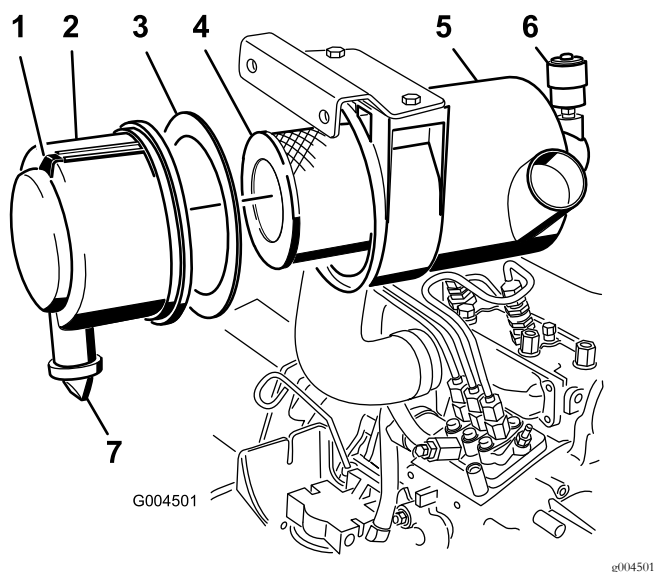

Figure 35
3. Faites l'entretien du filtre à air quand l'indicateur de colmatage est rouge ou toutes les 400 heures (plus fréquemment si vous travaillez dans une atmosphère extrêmement poussiéreuse ou sale) (Figure 35).